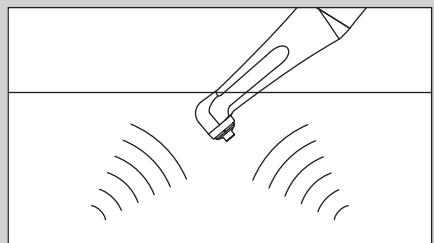

図7
- ・コントラアングルヘッドの回転軸のネジ部にペースト等が入り込んでしまった場合は、ヘッド先端部のみを超音波洗浄器にて洗浄することをお奨めします。洗浄後は必ず注油してください。(図7)